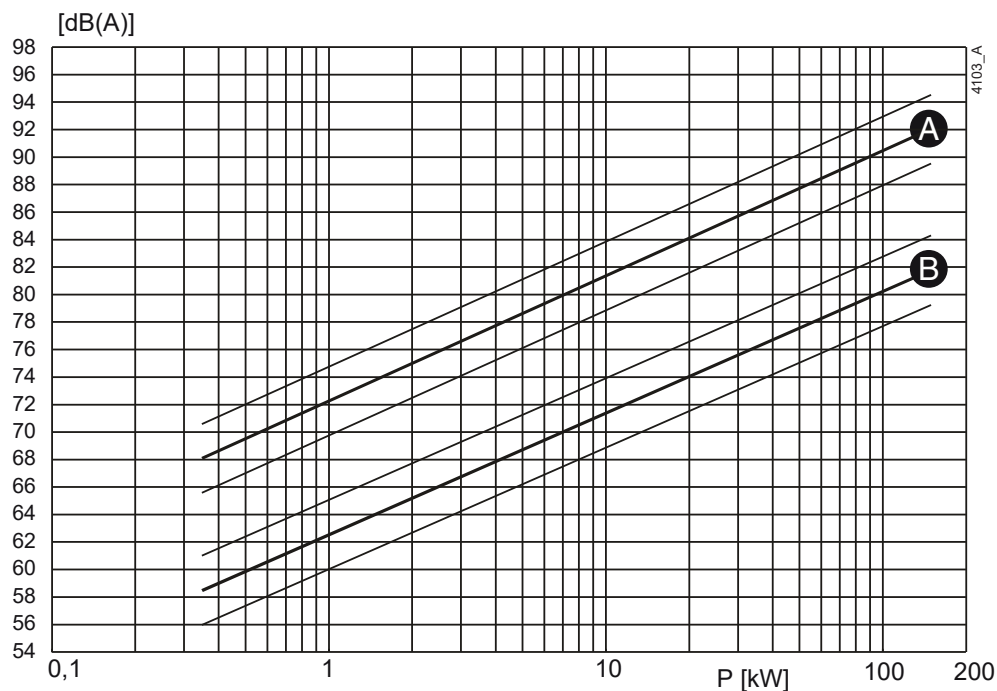
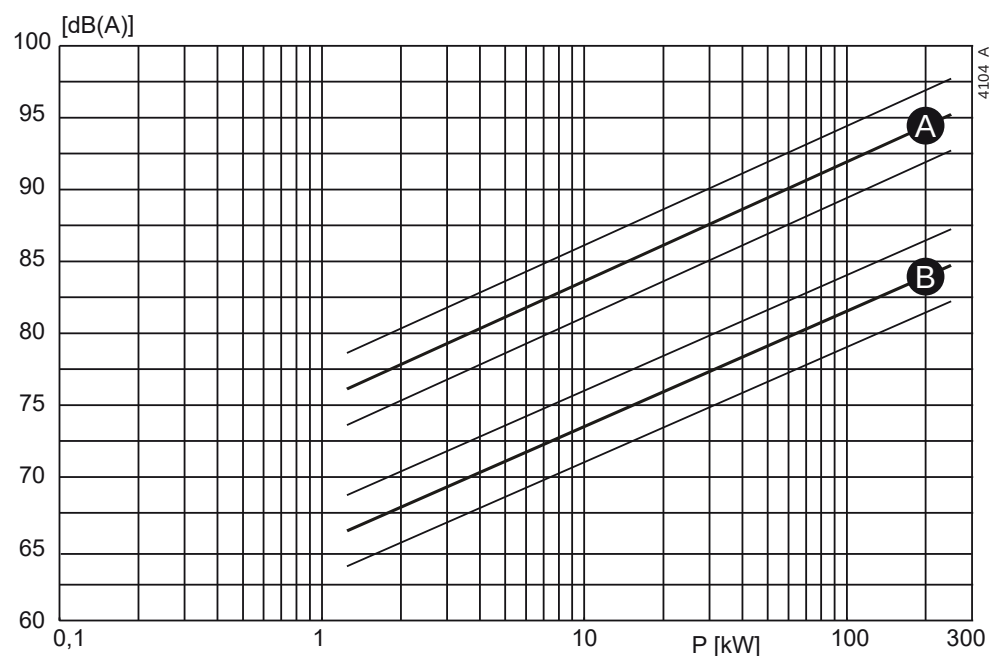

Bild 40: Ljudnivå som funktion av pumpeffekt [kW] vid  $1450 \text{ min}^{-1}$
Bild 41: Ljudnivå som funktion av pumpeffekt [kW] vid  $2900 \text{ min}^{-1}$
- 1 Bestäm ljudnivå ( $L_1$ ) för pumpen Bild 40 eller Bild 41.